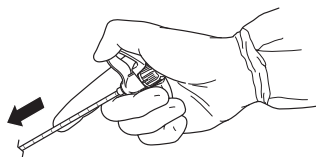

図1 - アクセス用カニューレ/スタイレットアセンブリを挿入する
2. X線透視誘導下でアクセス用カニューレ/スタイレットアセンブリを手術部位に挿入します (図1)。